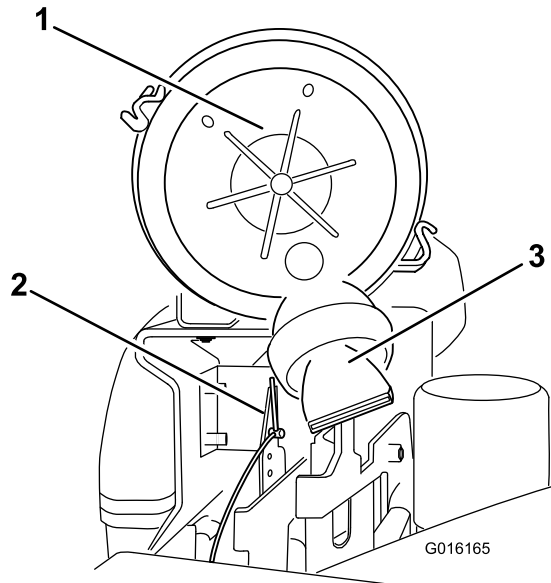

Figura 47
4. Coloque la tapa del limpiador de aire de manera que la válvula de alivio no interfiera con el mecanismo del acelerador (Figura 47).
5. Sujete la tapa con los enganches (Figura 47).